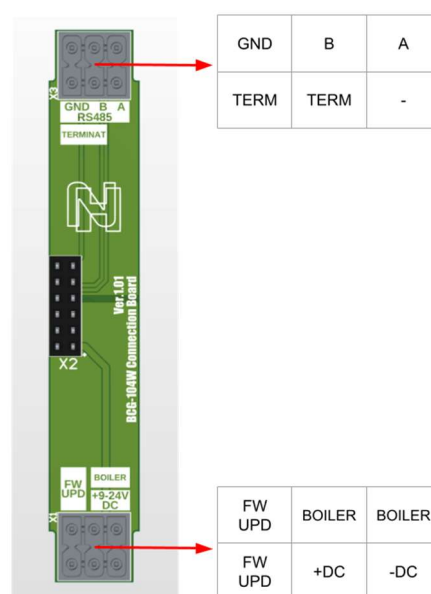

Рисунок 1.
Электропитание Устройства осуществляется посредством клемм «+DC» и «-DC» (рис. 1). Диапазон входного напряжения: от 9В до 24 В постоянного тока (DC).